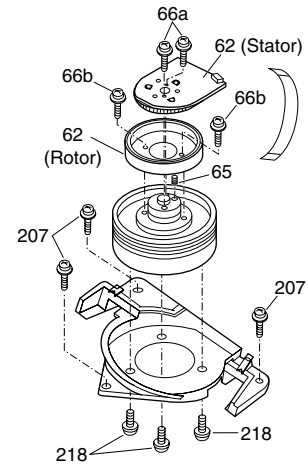

Fig. 10
- 2 Schrauben (Pos. 66a, Fig. 10) herausdrehen und Stator abnehmen.
- 2 Schrauben (Pos. 66b, Fig. 10) herausdrehen und Rotor abnehmen.
- 3 Schrauben (Pos. 207, Fig. 10) herausdrehen.
- 3 Schrauben (Pos. 218, Fig. 10) herausdrehen.